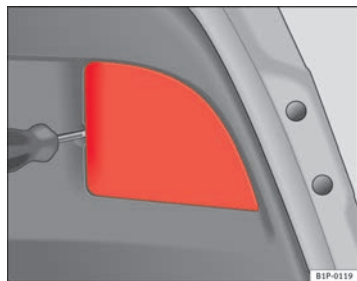

Fig. 172 Feux sur le hayon
- Retirez le cache à l'aide d'un tournevis ⇒ fig. 172.